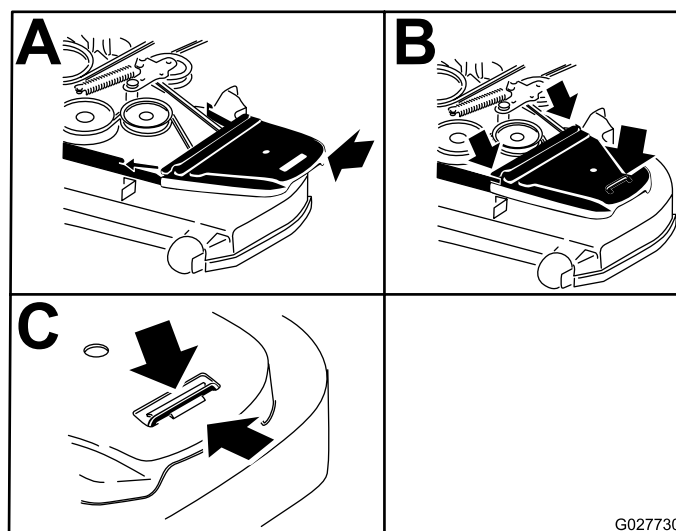

Figura 82
14. Montate i copricinghia e i relativi bulloni (Figura 82).